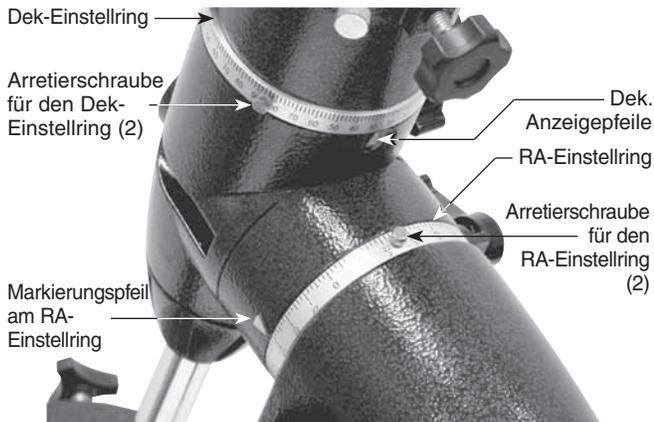

Abbildung 9. Die Einstellringe für Rektaszension (RA) und Deklination (Dek).
Der RA-Einstellung ist in Stunden von 1 bis 24 mit kleinen Zwischenmarkierungen in 10-Minuten-Schritten unterteilt (eine RA-Stunde besteht aus 60 Minuten). Die unteren Ziffern sind für Beobachtungen in der nördlichen Hemisphäre bestimmt. Alle darüber liegenden Ziffern sind in der südlichen Hemisphäre zu verwenden. Die Lage des Koordinatenanzeigepeils der Rektaszension ist in Abbildung 9 gezeigt.
4. Lockern Sie eine der Arretierschrauben am RA-Einstellung (siehe Abbildung 9), damit der Einstellung frei gedreht werden kann. Drehen Sie den Einstellung, bis der Markierungspfeil für die RA-Achse auf die im Sternatlas nachgeschlagenen RA-Koordinaten des gewünschten Objekts zeigt. Ziehen Sie dann die Rändelschraube am Einstellung wieder fest.